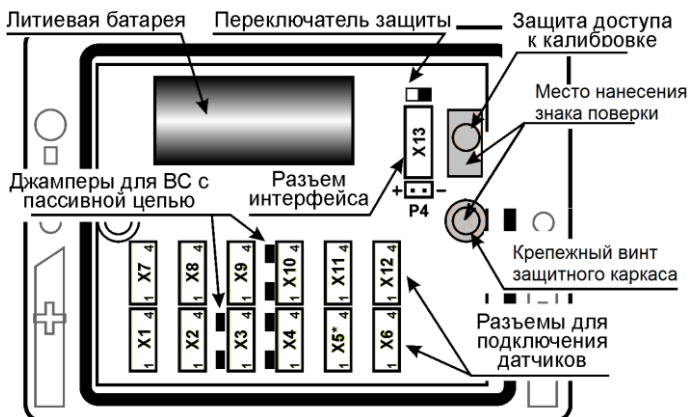
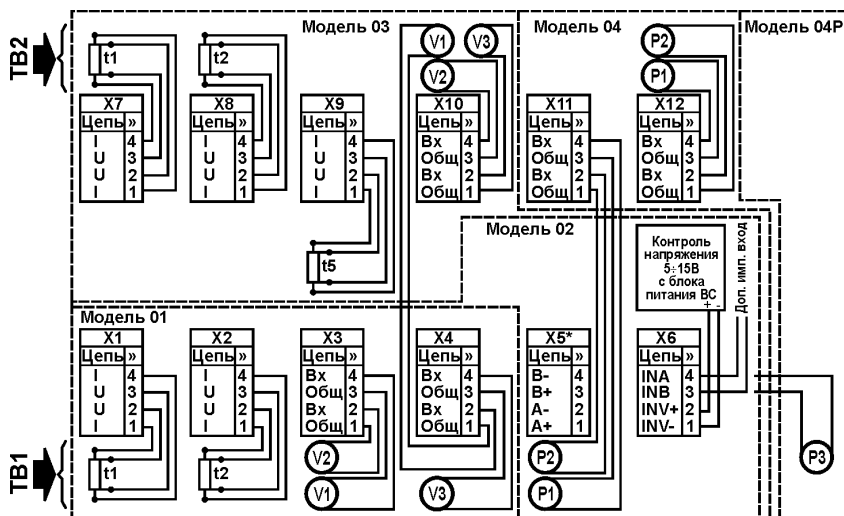

Рис. 5.3 – Вид снизу на снятую крышку ВКТ-7
Рис. 5.4 – Схема подключения датчиков к разъемам ВКТ-7
Контроль наличия сетевого питания в вычислителях организован путем подачи напряжения 5...15 В на контакты 1 и 2 разъема X6 (рис. 5.4). Вход контроля имеет гальваническую развязку. Максимальное значение тока потребления не превышает 15 мА.
- от блока питания одного из расходомеров (см. схему подключения рис. 5.4);
В случае пассивного типа выхода следует установить перемычку (джампер), показанную на рис. 5.3 слева от соответствующего разъема X3, X4 и X10, а при активном — снять ее.
Разъемы для подключения внешних цепей находятся на модуле в верхней части ВКТ-7. Размещение разъемов приведено на рис. 5.3, а схема подключения датчиков – на рис. 5.4. Розетки на кабели и наклейки входят в комплект поставки вычислителя. Дамперы установлены по месту (рис.5.3).
В противном случае (если установлен адаптер RS485 или Ethernet) следует подключить к разъему X13 (рисунок 5.3) адаптер RS232, взяв его состава из поставки «Комплекта соединителей ВКТ-7».
- установите в левое положение переключатель защиты (рисунок 5.3), при этом слева в нижней строке табло должен отсутствовать символ «д»;